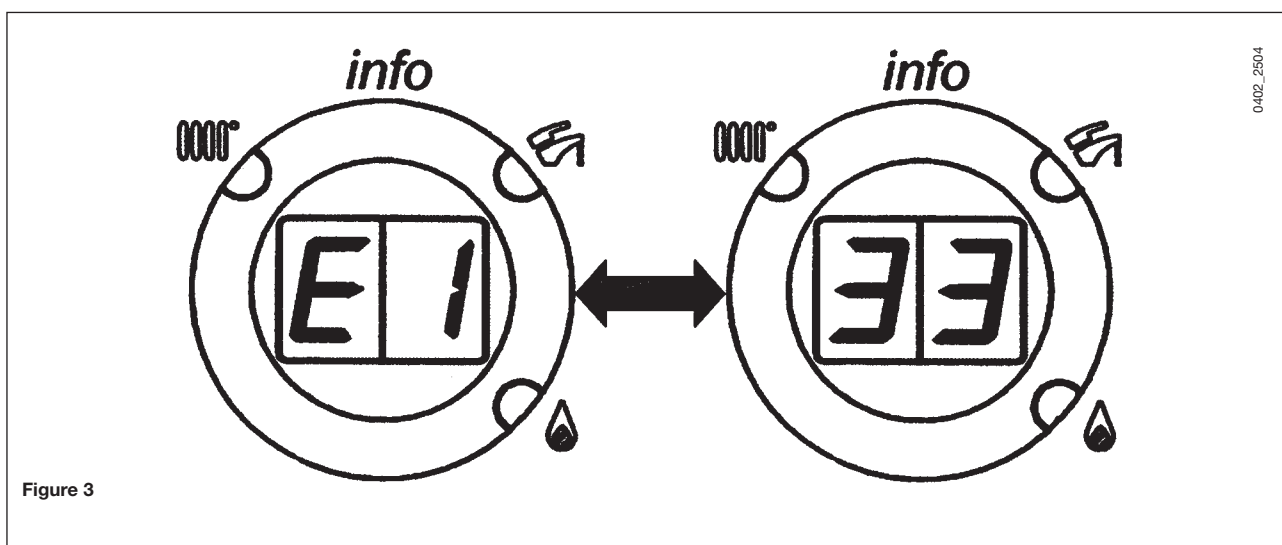

Figure 3
**REMARQUE :** pour les codes d'anomalie comptant plus de 2 composants (par ex. E133), l'afficheur visualise les deux premiers composants "E1" suivis, des deux derniers "33", comme le montre la figure 3.